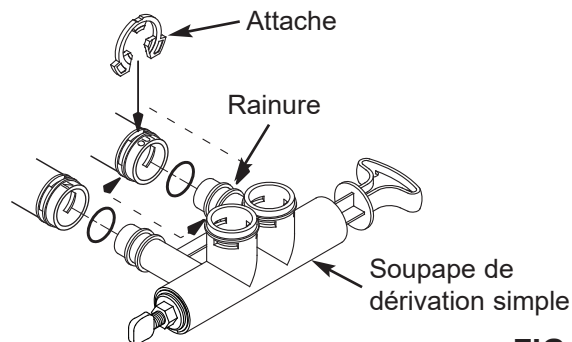

FIG. 12
- Poussez la soupape de dérivation simple dans la soupape de l'adoucisseur jusqu'à ce que vous sentiez une résistance. Enclenchez deux grosses agrafes de fixation en place en procédant du dessus vers le bas comme cela est indiqué dans les figures 12 et 13.